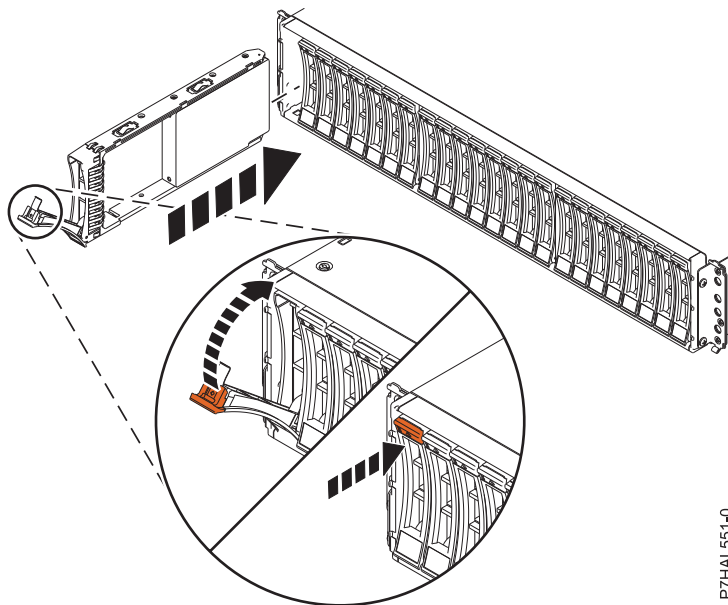

図 8. ディスク・ドライブの 5887 ディスク・ドライブ・エンクロージャーへの取り付けまたは取り替え
3. ハンドルをアンロック位置にして (図 8 を参照)、ドライブの底面を支え、エンクロージャーのガイド・レールに位置合わせします。
7. 図 8 に示す方向にハンドル (A) を回転させて、ドライブをロックします。